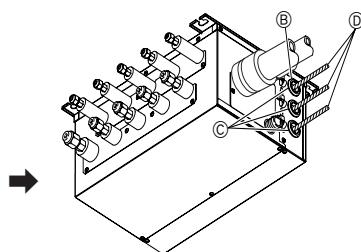

Fig. 9-2
3. För in ledningen i avgreningsdosan. (Fig. 9-2)
7. Om avgreningsdosan sitter monterad utomhus, se till så att ingångshålen för ledningarna tätas med kitt för att förhindra arr regnvatten tränger in. (Fig. 9-2)